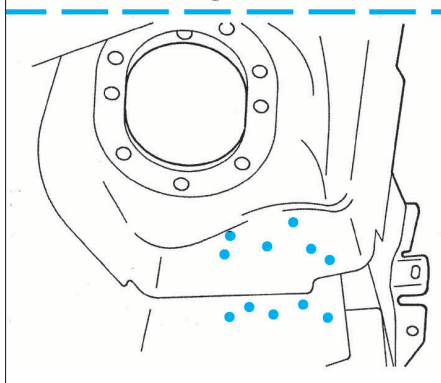

FIG. 30
- Souder par cordons à l'arc sous gaz protecteur (2) (Fig.30).